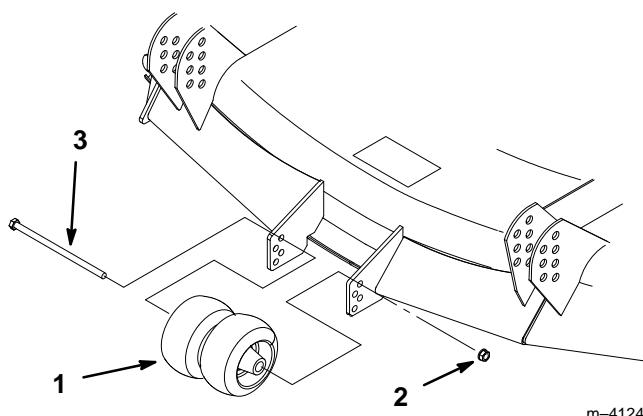

Abbildung 12
1. Nach Einstellung der Schnitthöhe Schraube und Mutter entfernen (Abb. 12).
2. Eine Lochposition wählen, so daß die Radstelze für die zu verwendende Schnitthöhe 9,5 mm (3/8") Abstand zum Boden hat (Abb. 12).
3. Schraube und Mutter wieder anbringen (Abb. 12).